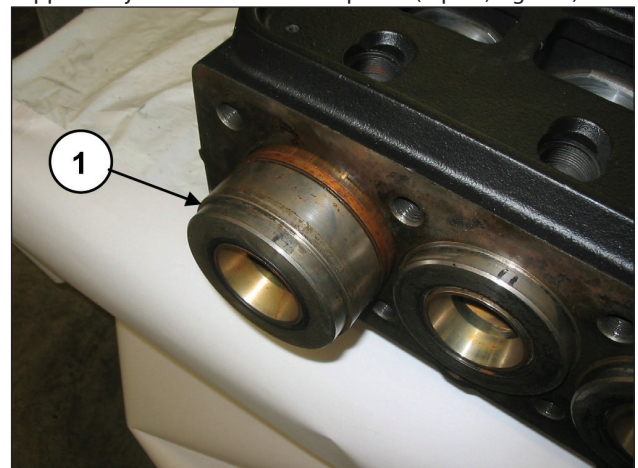

Fig. 124
En tournant l'arbre, déplacez le guide de piston vers l'avant pour que le tampon, en avançant à son tour, puisse expulser le support de joint et l'ensemble du piston (rep. ①, Fig. 124).